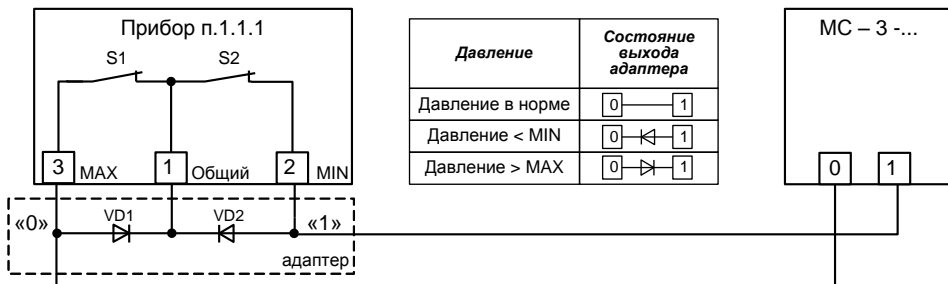

Рис. 2: Схема соединений манометра с сигнализатором типа MC-3-...
2.2 Адаптер п. 1.1.2 осуществляет согласование выходных цепей прибора п. 1.1.1 с входными цепями сигнализатора МС-3-... (преобразует трехпроводный выход прибора п. 1.1.1 в двухпроводный путем шунтирования контактов диодами VD1, VD2 – см. рис.2).
8.1 Комплект применяется совместно с сигнализатором типа МС-3 (изготовитель ООО НПП «СЕНСОР») (см. рис. 2, 3) На комплект подается ограниченное до искробезопасных значений напряжение чередующейся полярности. Сигнализатор типа МС-3-... определяет состояние выхода комплекта (контактов S1, S2) по двум проводам и реагирует подачей светового, звукового сигнала и переключением контактов реле.